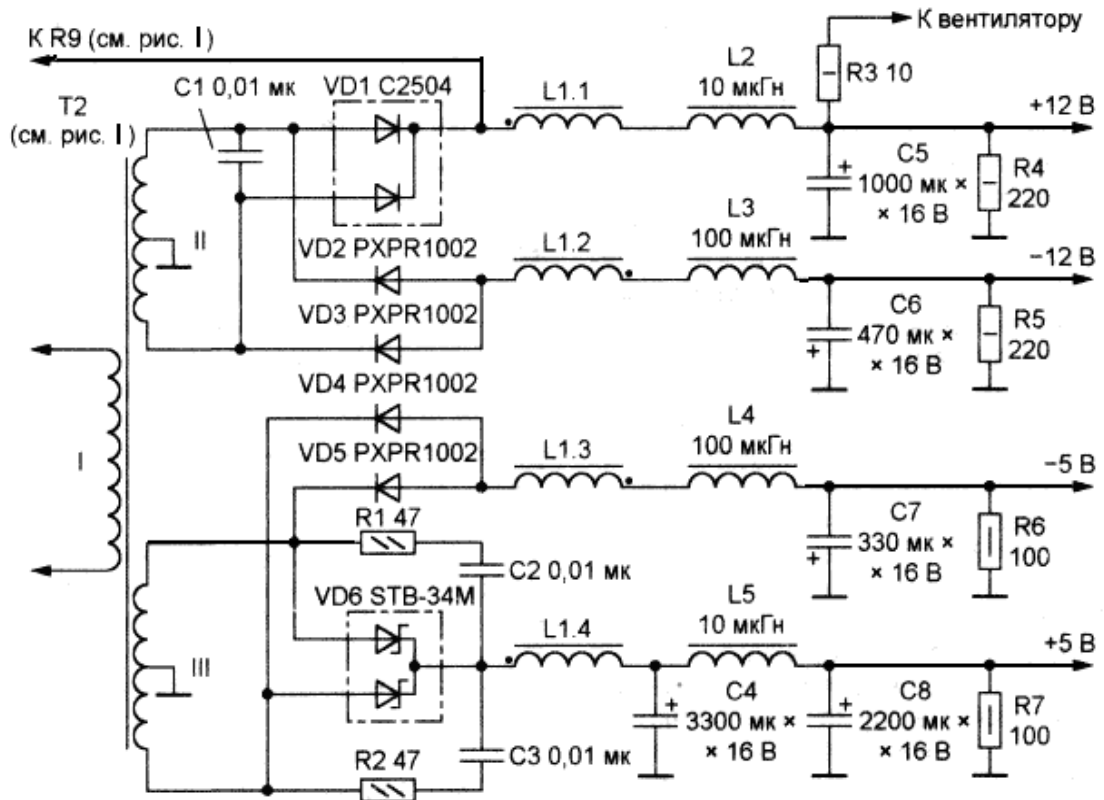

Рис. 2
4. По схеме рис. 2 объясните формирование выходного импульса.
На рис. 2 показана типовая схема четырехканального выпрямительного узла ИБП. Чтобы не нарушать симметрии перематывания магнитопровода силового трансформатора выпрямители строят только по двухполупериодным схемам, причем мостовые выпрямители, для которых характерны повышенные потери, почти не применяют.